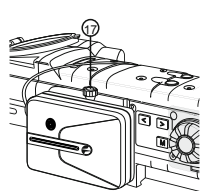

Fig.2
- Brancher la fiche (1) de l'AER au connecteur d'alimentation externe (5) de l'appareil.
- Grâce à l'attachement le modèle EPS3I peut être monté sur la planchette Weaver de l'ANVN (voir Fig. 2).
- Serrer la poignée (17) de montage EPS3I.